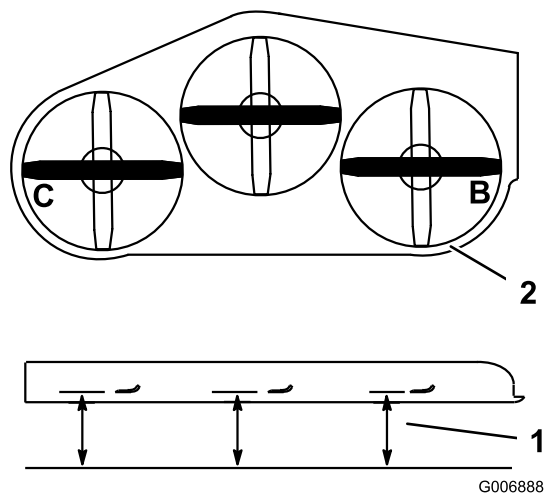

Figure 67
1. Tournez la lame **droite** latéralement (Figure 67).
2. Mesurez la distance au point **B** entre la surface plane et le tranchant de la pointe de la lame droite (Figure 67).
4. Tournez la lame gauche dans le sens transversal (Figure 67).
5. Mesurez la distance au point **C** entre la surface plane et le tranchant de la pointe de la lame gauche (Figure 67).